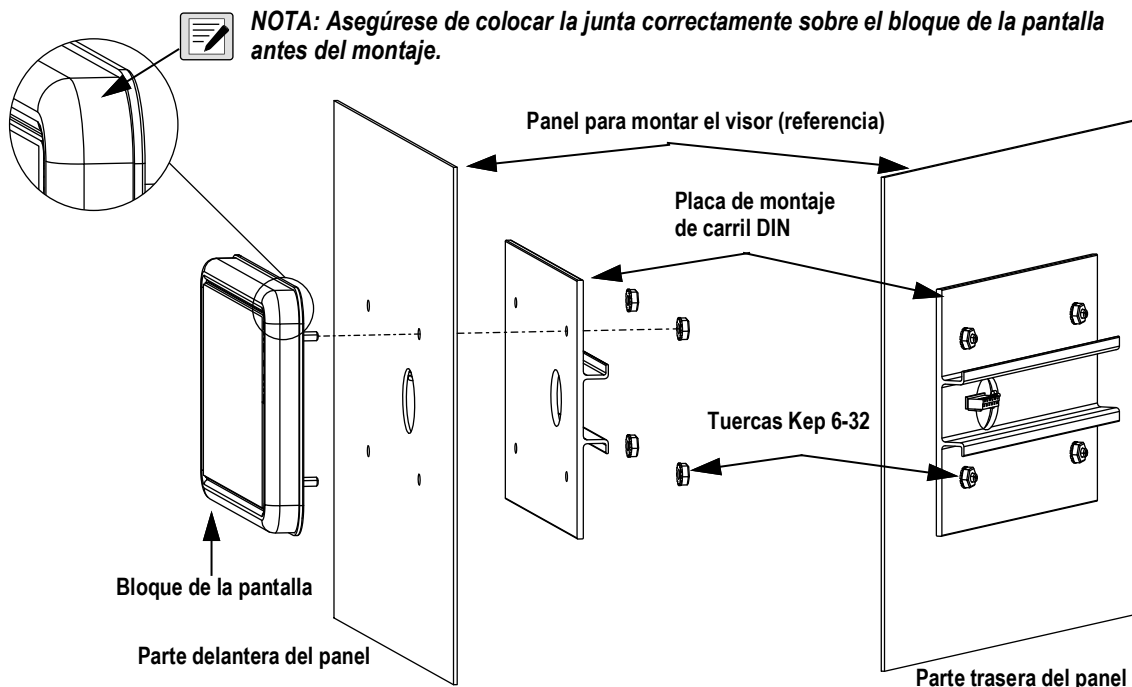

Figura 2-3. Montaje del bloque de la pantalla
3. Afloje y retire las cuatro tuercas Kep que fijan el carril DIN y el bloque de la pantalla al panel. Consulte la Figura 2-3 en la página 21.